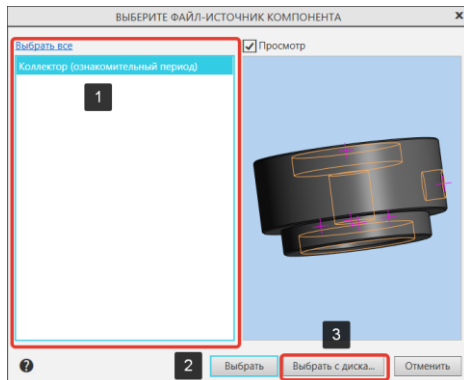
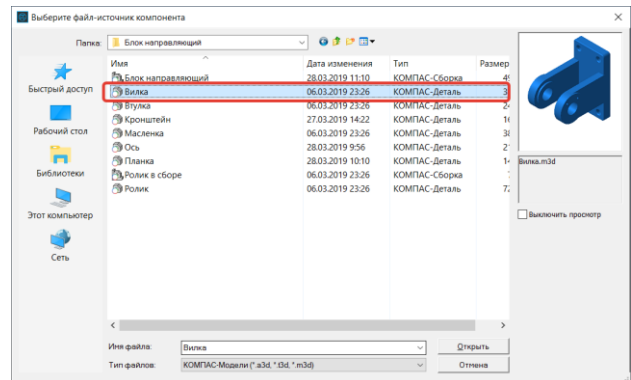

Рисунок 300 - Выберем компонент из открытых моделей
Рисунок 301 - Выберем компонент с диска
- Из списка открытых документов (1) выберем нужный файл (2), если в списке отсутствует нужный файл, его можно загрузить с диска (3) (Рисунок 300). Через окно проводника выберем нужный файл (Рисунок 301);